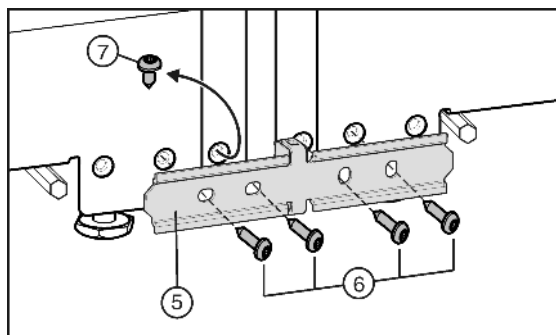

Fig. 6
- ▶ Ако Вашият уред е снабден с предварително монтирания винт Fig. 6 (7): Отвийте винта.
- ▶ Закрепете свързващата ламарина Fig. 6 (5) хлабаво с два винта Fig. 6 (6) към единия уред.